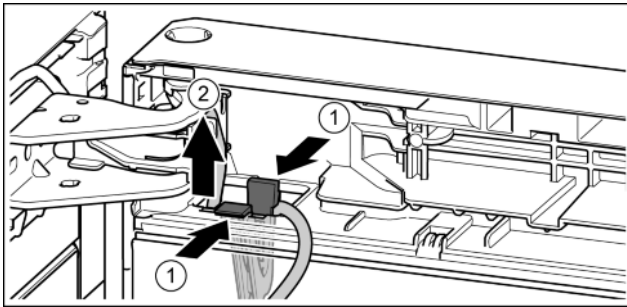

Fig. 22
- ▶ Lasche drücken. *Fig. 22 (1)*
- ▶ Kabelhalter mit daran befestigtem Kabel herausziehen. *Fig. 22 (2)*